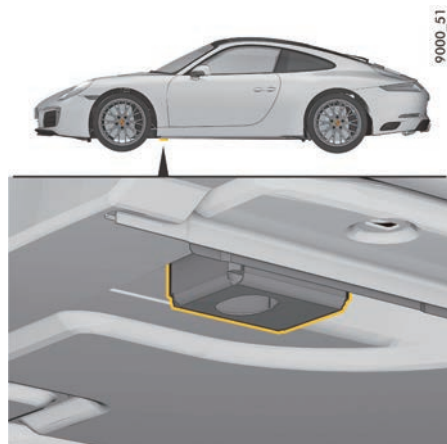
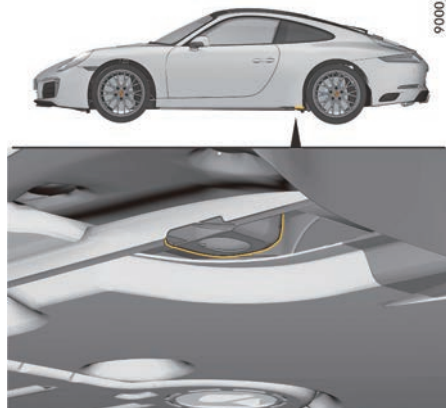

图 170: 用于举升平台和千斤顶的前部举升点
图 171: 用于举升平台和千斤顶的后部举升点
- ▶ 只能在规定的车底举升点（图 170、图 171）举升车辆。